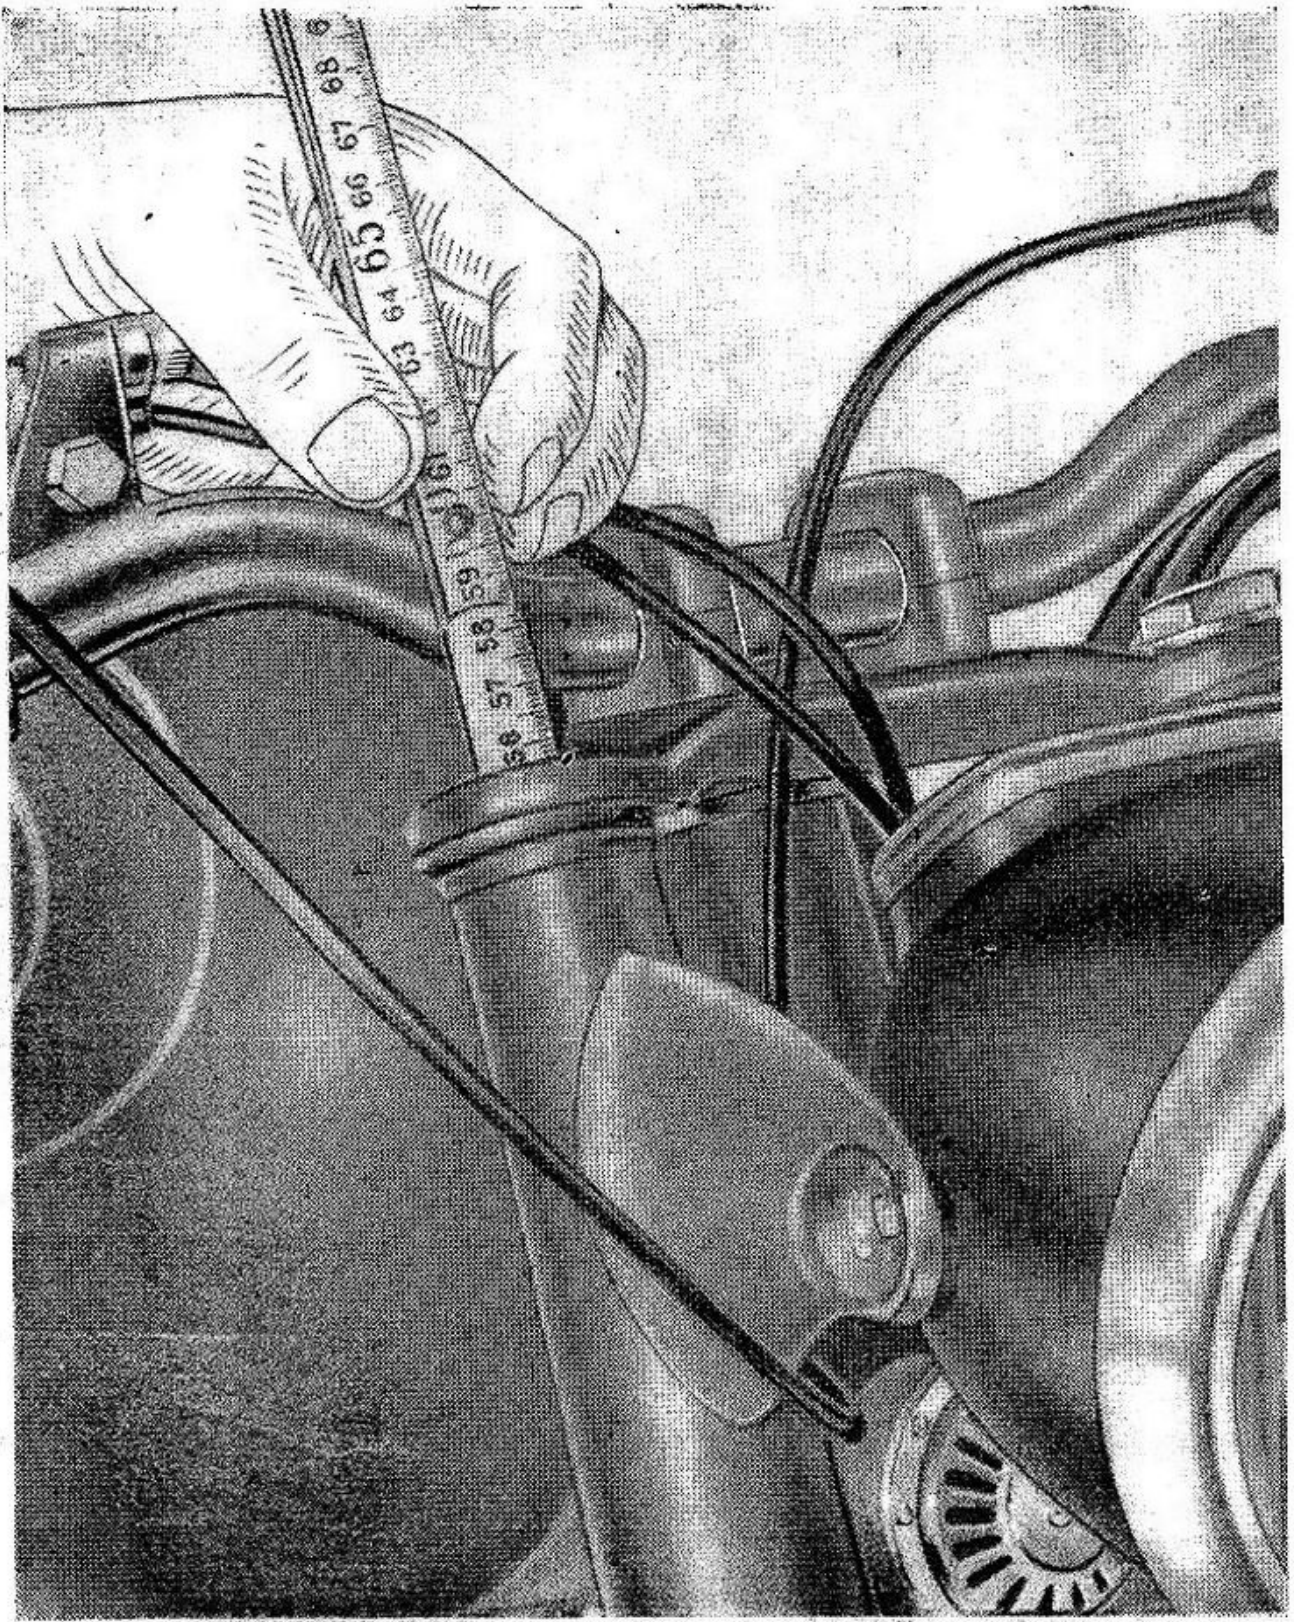

Fig. 7
(Vedere fig. 7)
3) Inserire nei due bracci della forcella un metro controllando che entri nel tubo per una lunghezza di cm. 55,5 partendo dalla parte superiore del braccio come rappresentato a fig. 7.